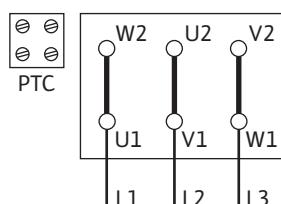

Fig. 10: Zagon Y-Δ
- Omrežni priključek je odvisen od moči motorja P2, omrežne napetosti in tipa zagona. Potrebno vezavo povezovalnih mostičev v priključni omarici najdete v naslednji tabeli ter na Fig. 10 in Fig. 11.
Dotok Y-Δ (standard)	Odstranite povezovalne mostiče (Fig. 10).